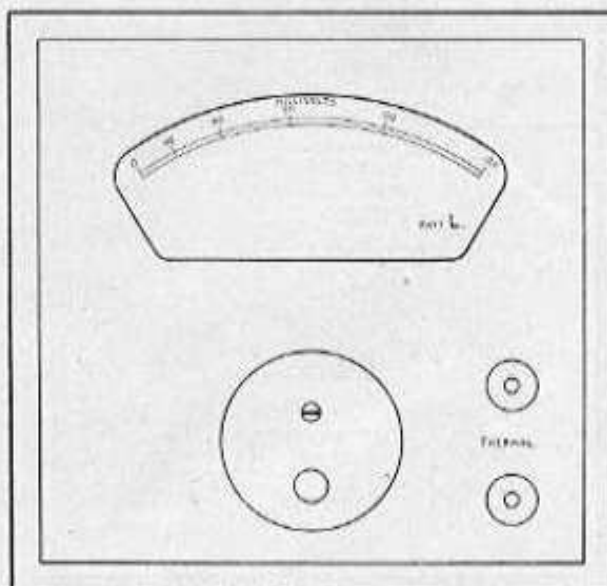

Fig. 7.
- Fig. 7. Milliamperometro tipo L per 60 milliampere . . . . .